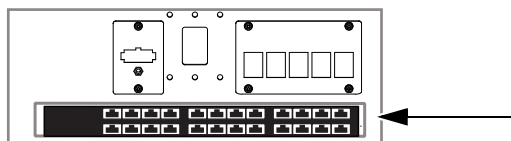

図 10. Ethernetスイッチを設置したシャーシの背面図
- ポートがフレームの背面側にくるように、つまり、背面タイ・プレートの横長の開口部からポートが見えるように、シャーシ内にスイッチを配置します（図10を参照）。